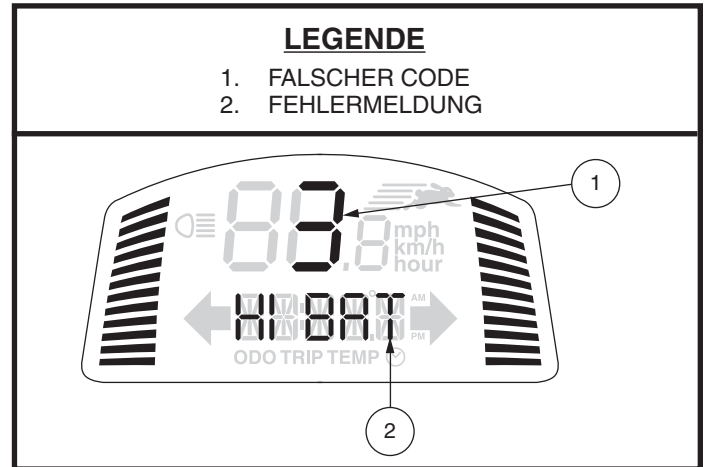

Abb. 24. Fehlercode-Anzeige
1. Ein Diagnosefehlercode und eine Fehlermeldung werden auf Ihrem LCD-Bildschirm angezeigt (**Siehe Abb. 24**), **ODER**